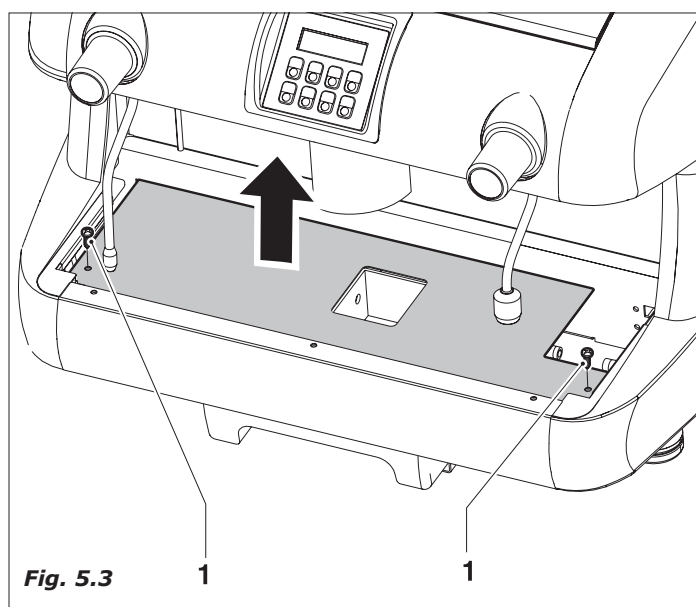

Fig. 5.3
- 2 Soltar os parafusos (Fig. 5.3-pos.1) retirar o plano de proteção.